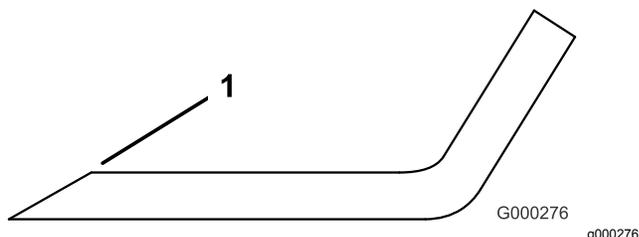

Figura 90
- Inspeccione los filos de corte de todas las cuchillas y afílelos si están romos o tienen mellas (Figura 90).
Nota: Afíle únicamente la parte superior del filo y mantenga el ángulo de corte original para asegurar un filo correcto (Figura 90). La cuchilla permanece equilibrada si se retira la misma cantidad de material de ambos filos de corte.